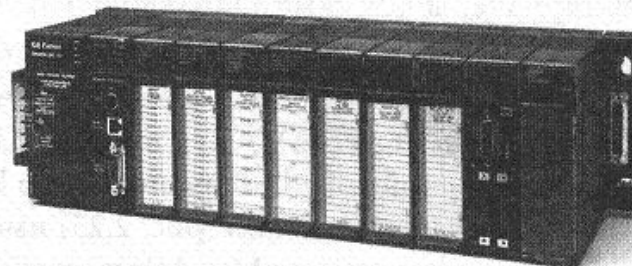

Рис. 2.28
- Рис. 2.28 – модульный контроллер Series 90-30